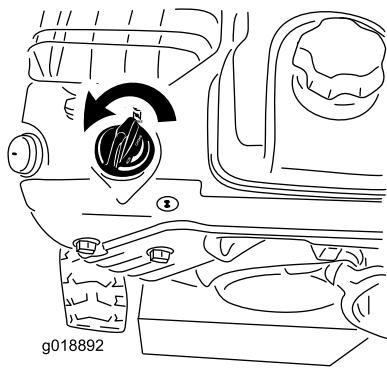

Figura 23
5. Girate lo starter in posizione Starter (Figura 23).